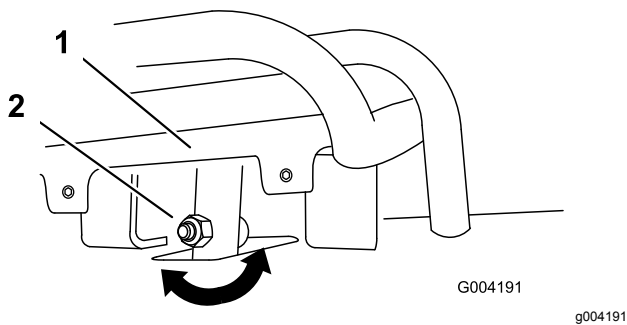
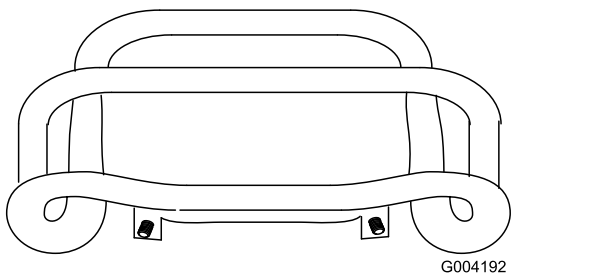

Figura 49
Figura 50
4. Se a parte da frente do controlo não ficar alinhada com a barra de referência, desaperte a porca e o parafuso na haste do controlo de tração (Figura 49).
5. Ajuste o controlo de tração de modo a que fique alinhado com a barra de referência quando é puxado a direito para trás (Figura 49 e Figura 50).
- C. Desaperte a porca flangeada e o parafuso na haste do controlo de tração (Figura 49).
- I. Ajuste o controlo de tração de modo a que fique alinhado com a barra de referência quando é puxado a direito para trás (Figura 49 e Figura 50).